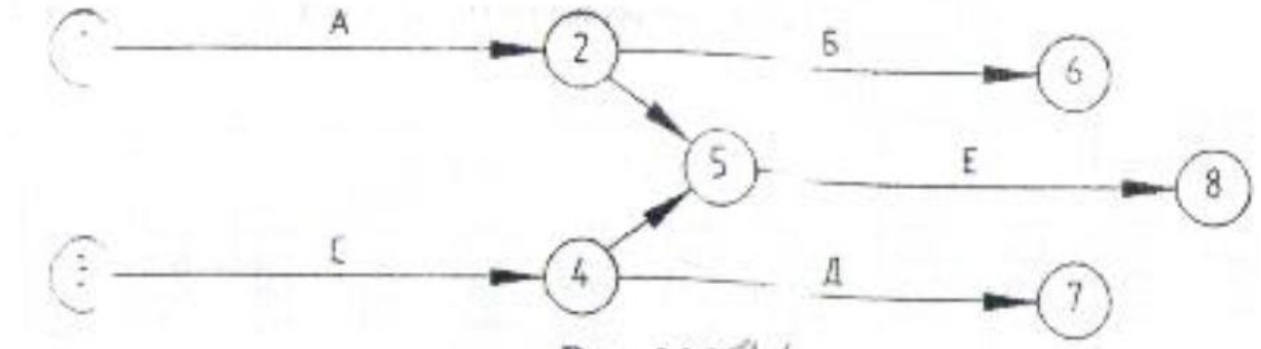

Рис.4
4. Если работа «Е» может быть начата только после окончания работ «А» и «С», то на сетевом графике это изображается с помощью двух зависимостей (Рис.4).